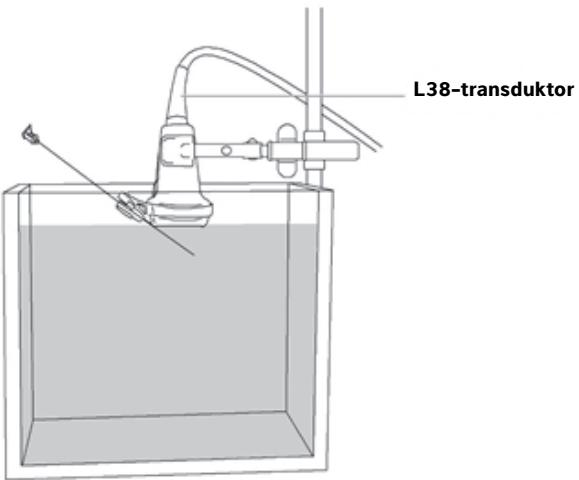

Bild 2 L38-transduktör med nål i testvätska
- ▶ Behållare fyllt med testobjektvätska (All World Scientific kod 3480) eller destillerat vatten. Se **Bild 2, ”L38-transduktor med nål i testvätska”** på sidan 147.
- 7 För ned nålen i behållaren med testvätska eller destillerat vatten tills dess ultraljudsbilden visas på systemets skärm (se Bild 2, "L38-transduktör med nål i testvätska" på sidan 147).